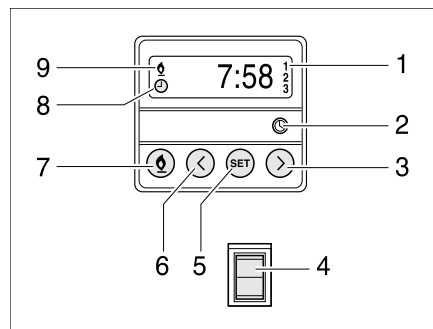

Bild 175 Bedieneinheit für Standheizung
- Taste (Bild 175,7) drücken. Der Heizbetrieb wird durch das Symbol (Bild 175,9) angezeigt. Das Gebläse wird erst bei einer Kühlwassertemperatur von 30 °C zugeschaltet.
- Taste (Bild 175,7) drücken. Das Symbol (Bild 175,9) erlischt.
- Schalter (Bild 175,4) unten drücken. Motor wird vorgewärmt. Das Gebläse wird sofort zugeschaltet.
- Schalter (Bild 175,4) oben drücken. Motor bleibt kalt.
- Taste (Bild 175,2) drücken. Die Uhrzeiteinstellung wird durch das Symbol (Bild 175,8) angezeigt.
- Mit den Tasten (Bild 175,3 und 6) die Uhrzeit einstellen.
- Taste (Bild 175,5) drücken.
- Innerhalb von 10 Sekunden mit den Tasten (Bild 175,3 und 6) die Einschaltzeit einstellen.
- Taste (Bild 175,5) so oft drücken, bis die gewünschte Programmnummer (Bild 175,1) im Display angezeigt wird.